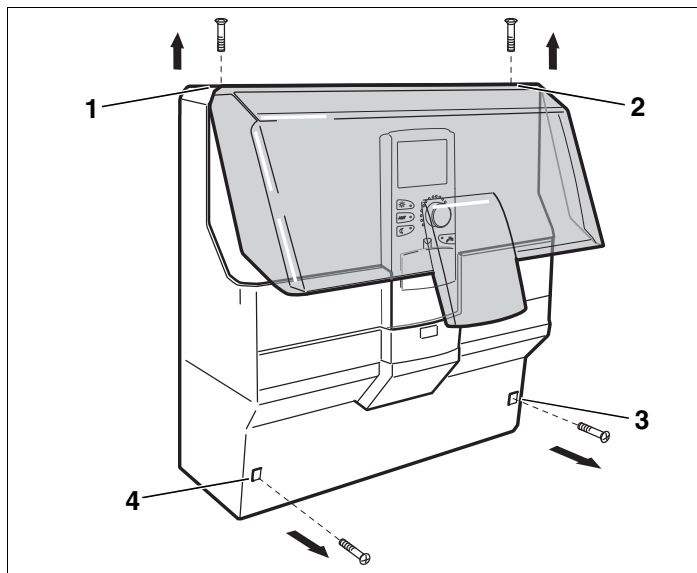

Рис. 2 Демонтаж крышек
- ▶ Отверните 2 винта на верхней крышке корпуса (→ рис. 2, [1] и [2]).
- ▶ Отверните 2 винта на нижней крышке (→ рис. 2, [3] и [4]).